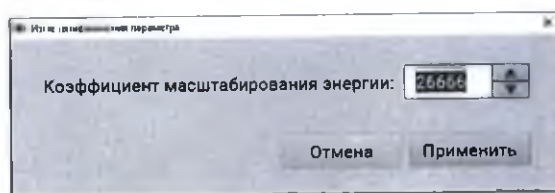

Рис. 9.3: Диалог ввода нового значения
- на кнопке (1, рис. 9.2) отображается текущее значение параметра на устройстве; по нажатию открывается диалог ввода нового значения, пример которого представлен на рис. 9.3;